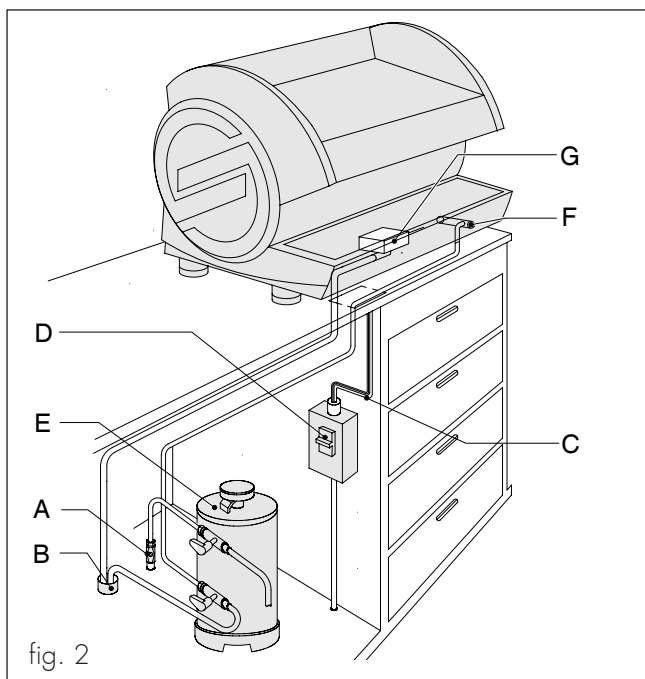

fig. 2
Aprire il rubinetto della rete idrica (A) (fig. 2).
Chiudere l'interruttore di protezione (D) (fig. 2).